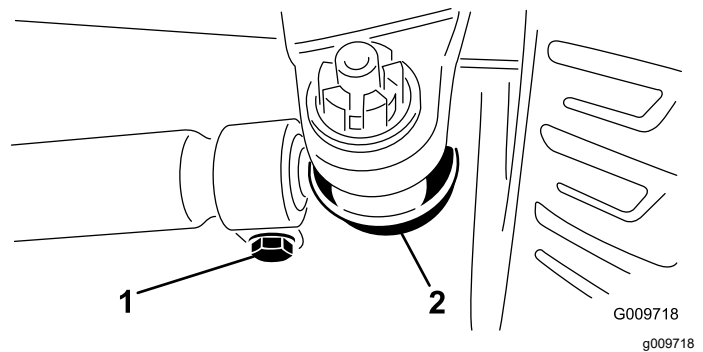

Figura 115
tirantului (Figura 115). Îndepărtați articulația sferică a tirantului de pe suportul carcasei axului.
4. Slăbiți clemele de la ambele capete ale tirantului (Figura 115).